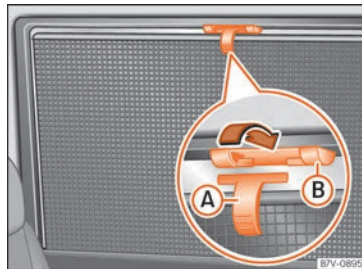

Fig. 127 Dans la fenêtre arrière droite : stores.
- Tirez complètement sur le store grâce à la poignée » fig. 127 (A) vers le haut.
- Accrochez la tige de fixation par les deux œillets dans les logements prévus à cet effet (B). Vérifiez que le store baissé est fixé de manière sûre dans les logements prévus à cet effet (B).
- Pour ranger le store, décrochez-le d'en haut et baissez-le manuellement » ❶.
❶ ATTENTION